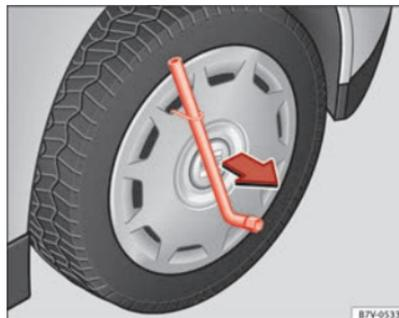

Abb. 182 Radvollblende abziehen.
- Radschlüssel durch den Drahtbügel schieben ⇒ Abb. 182 und die Radvollblende in Pfeilrichtung abziehen.